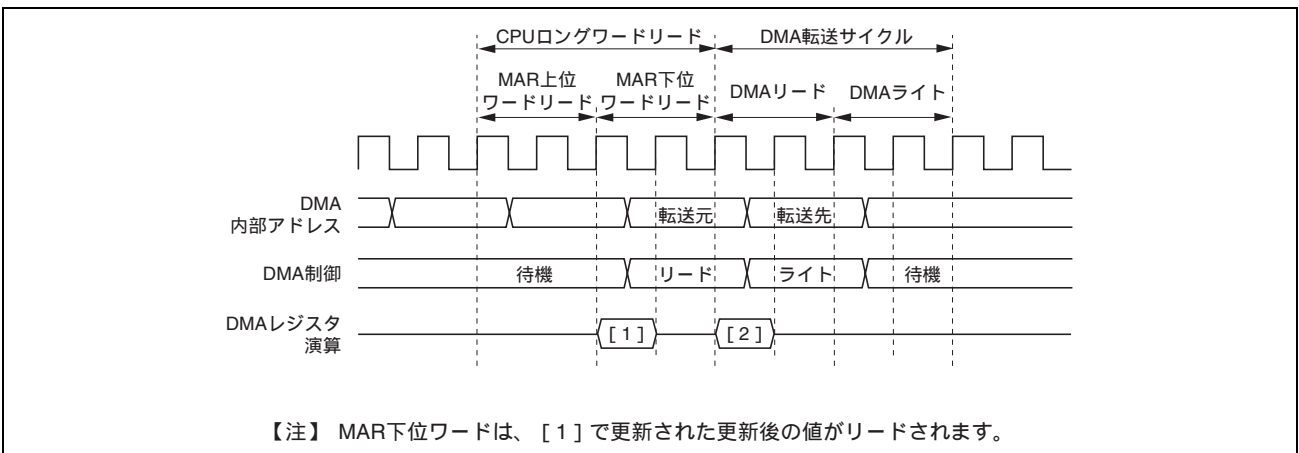

図 7.30 DMAC レジスタの更新と CPU リードの競合
- (b) DMACレジスタリード直後にDMACの転送サイクルが起こる場合、図7.30のようにDMACレジスタがリードされます。